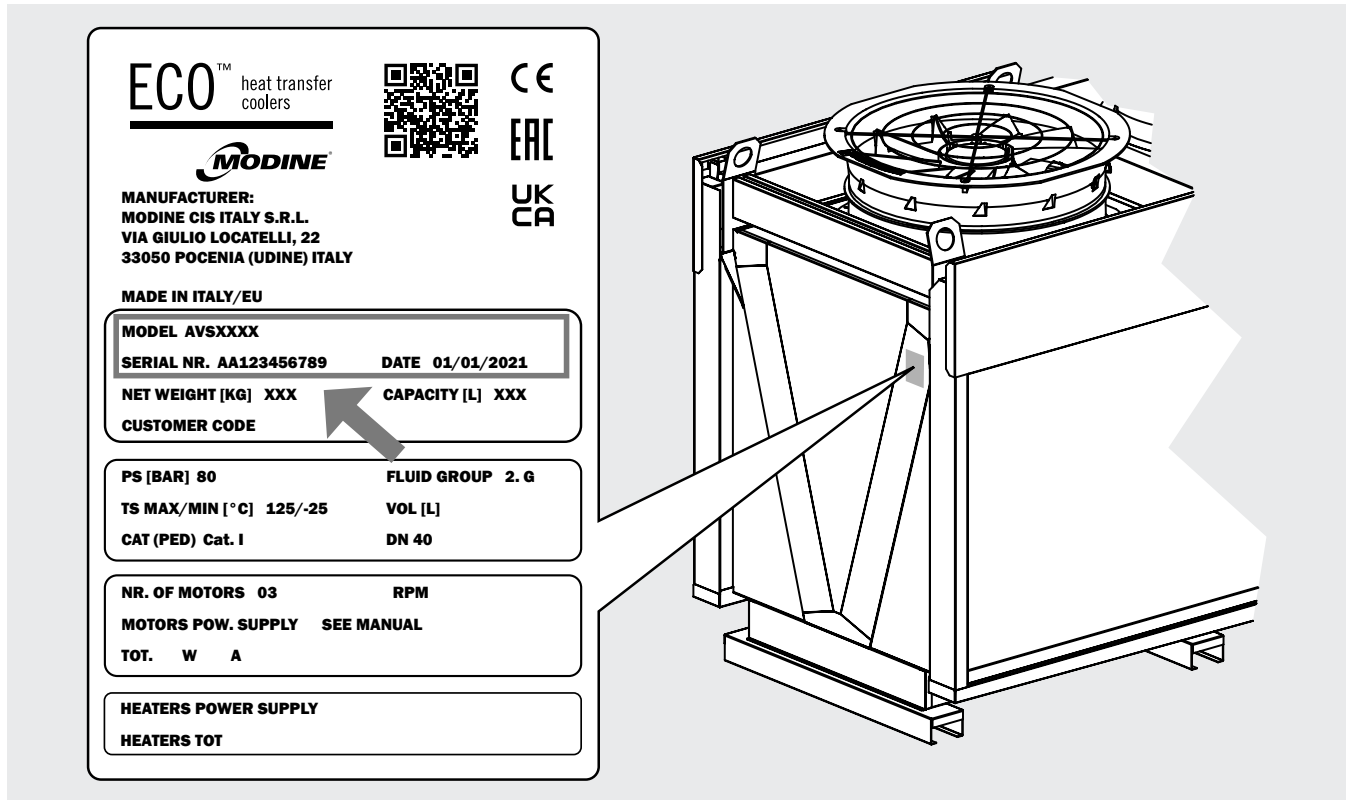

Abbildung 3
3.1 Für jegliche Kommunikation, Serviceanfragen oder Ersatzteile geben Sie bitte den Modellnamen und die Seriennummer an, die auf dem Typenschild angegeben sind, siehe Abbildung 3.